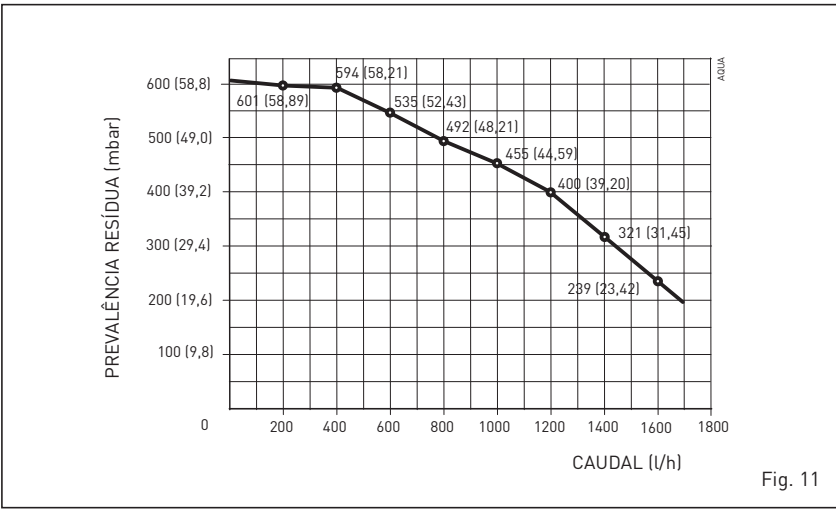

Fig. 11
A prevalência residual para o equipamento de aquecimento, é representada, em função do caudal, pelo gráfico da fig. 11.
3.3 Diagnóstico e solução BOMBA DE ALTA EFICIÊNCIA (fig. 11/a)